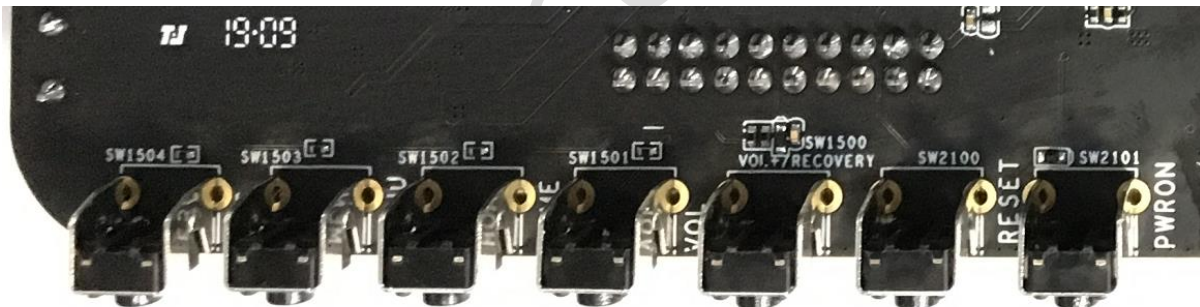

图 3-5 EVB按键
2. ADC供电电压由VCC_1V8提供，可根据图3-5的电阻参数，计算对应的按键键值。